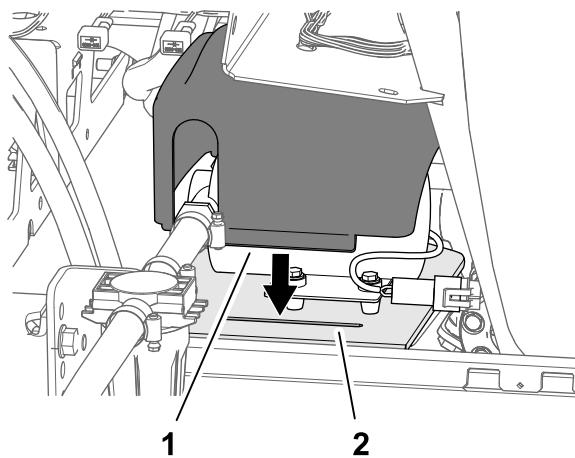

Figura 32
- Allineate il coperchio della pompa sulla pompa del serbatoio di lavaggio, come illustrato nella Figura 32.
- Inserite le 2 alette del coperchio nelle 2 scanalature nella piastra a sella del telaio del serbatoio (Figura 32).